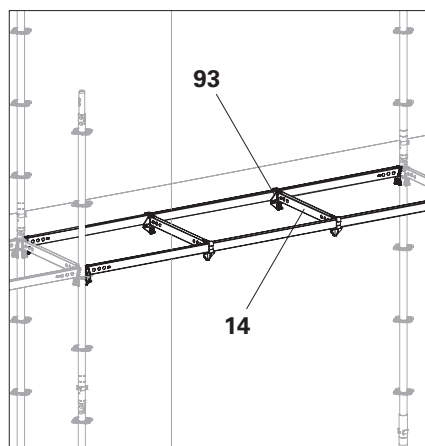

Fig. A8.04a
1. Se necessario, montare altri correnti orizzontali (**14**) con supporto corrente UHA (**93**) nel sistema. Non serrare ancora i cunei. (Fig. A8.04a + A8.04c)